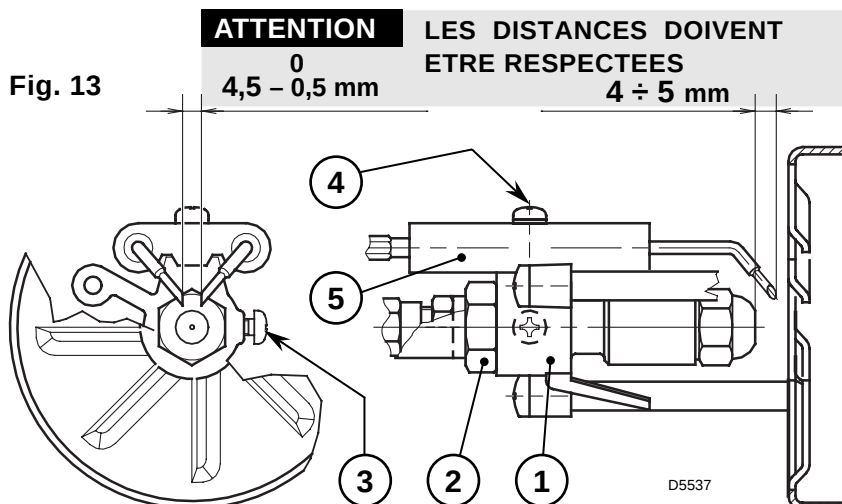

Fig. 13
- Accrocher le brûleur à la bride (1), enlever le gicleur (2) après avoir desserré les vis (3).
- Débrancher les câbles (4) des électrodes, enlever de la ligne porte gicleur le support de l'accroche flamme (5) après avoir desserré la vis (3, fig. 13, page 7).
- **Visser correctement le gicleur (6) en le serrant comme indiqué en figure.**
- Enlever la ligne porte gicleur (1) après avoir desserré les vis (2), dévissé l'écrou (3), débranché les câbles (4) de la boîte de contrôle et la cellule photorésistance (6).
- Débrancher les câbles (4) des électrodes, enlever de la ligne porte-gicleur (1) le support de l'accroche-flamme (10) après avoir desserré la vis (3, fig. 13).
- **Visser correctement le gicleur (11) en le serrant comme indiqué en figure.**
4.3 REGLAGE DES ELECTRODES (Voir fig. 13)
- Changer le gicleur, (voir fig. 11, page 6) et contrôler si les électrodes sont placées correctement (fig. 13, page 7).